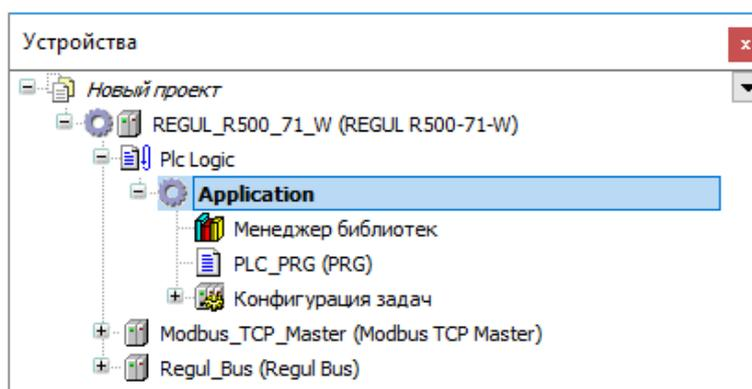

Рисунок 25. Приложение в иерархической структуре контроллера
**Приложение** – это набор объектов, необходимых для запуска конкретного экземпляра ПЛК-программы на конкретном контроллере (далее по тексту – приложение или прикладная программа). В дереве устройств представлено объектом **Application** (Рисунок 25).